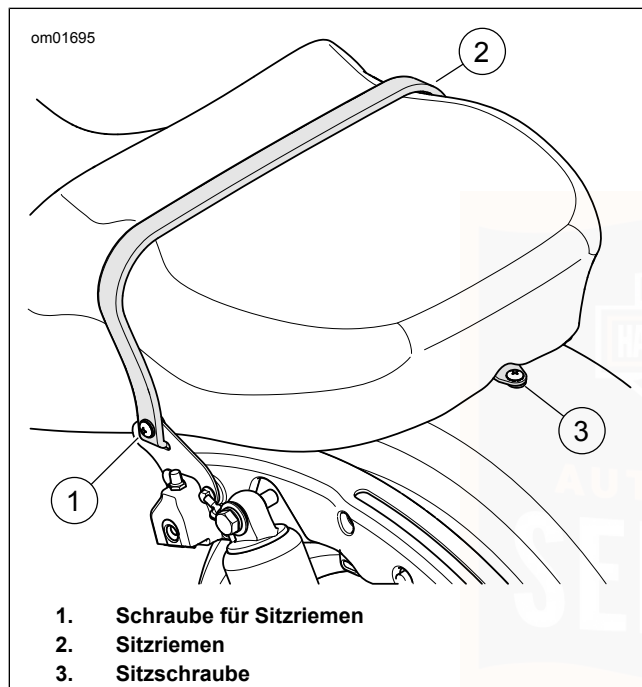

Abbildung 102. Schraube für Sitzriemen
3. Siehe Abbildung 102. Die Schraube entfernen, um den Sitzriemen von der Halterung zu lösen.
2. Siehe Abbildung 102. Die Sitzhalterung mit der Schraube am Hinterradschutzblech befestigen. Festziehen.
4. Siehe Abbildung 102. Den Riemen in den Schlitz der Sitzriemenhalterung einführen.